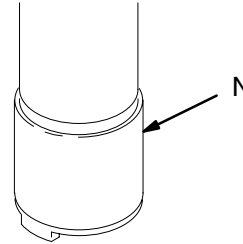

Рис. 5
Дайте насосу медленно поработать в течение не менее 5 минут, а затем остановите его и отсоедините воздушный шланг. Надавите вверх на шарик впускного клапана (N) для опорожнения нижней части насоса. См. Рис. 5. Переверните насос для опорожнения верхней части насоса.